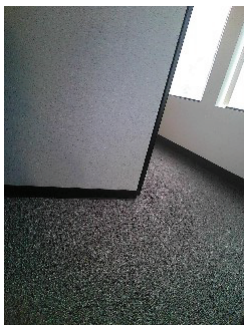

图 5.2 可见光谱数码相机图像
4. 在显示屏上查看图像，请参见图 5.2。触动图像捕捉扳机以保存图像。有关更多信息，请参阅第 5.4 节捕捉和处理图像。